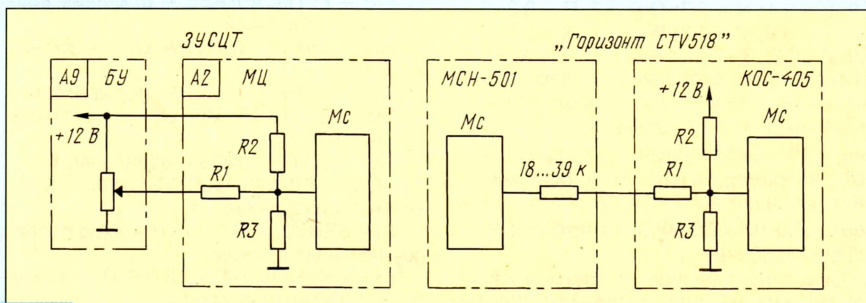

Рис. 4
7. Теперь приступают ко второму этапу подготовки модуля цветности. На рис. 4 показаны обобщенные схемы цепей регулировки яркости, насыщенности и контрастности в телевизорах ЗУСЦТ и СТ518. Из приводимой таблицы видно, что сопротивления резисторов, составляющих эти цепи у телевизоров разных модификаций, существенно отличаются друг от друга. Возникает естественный вопрос: как переводить цепи регулировок на управление от МСН?
Для более точной настройки режима работы видеопроцессора МЦ временно заменить переменными резисторы, соответствующие резистору R3 на рис. 4: в МЦ-2 – R30, R20, R24; в МЦ-3 – R26, R8; в МЦ-31 – R44, R38, R50; в МЦ-31-1/31-2 – R52, R49, R46; в МЦ-41 – R38, R23, R29. Номера резисторов указаны в следующем порядке: цепь регулировки яркости, насыщенности, контрастности. Вместо них в МЦ-31/41 устанавливать переменные резисторы номиналом 20 кОм, в остальных МЦ – 7...10 кОм.
9. Приступаем к регулировке системы отображения информации. Нажатием кнопки "SL" на панели МСН выбираем последовательно регулировки яркости, насыщенности, контрастности. Для каждой из них кнопками "VBSC+" или "VBSC-" устанавливаем средний уровень на шкале регулировки. После этого вновь регулируем переменные резисторы, соответствующие резистору R3 на рис. 4, добиваясь яркой и сочной картинки. Итак, средний уровень регулировок установлен. Проверьте интервал их изменения. Если какая-нибудь из них недостаточно эффективна, необходимо уменьшить номинал резистора в этой цепи, соответствующего резистору R1 на рис. 4. Если регулировка от минимума до максимума занимает лишь часть шкалы, номинал резистора нужно увеличить. Затем окончательно подрегулируйте резисторы R3 и замените их постоянными.